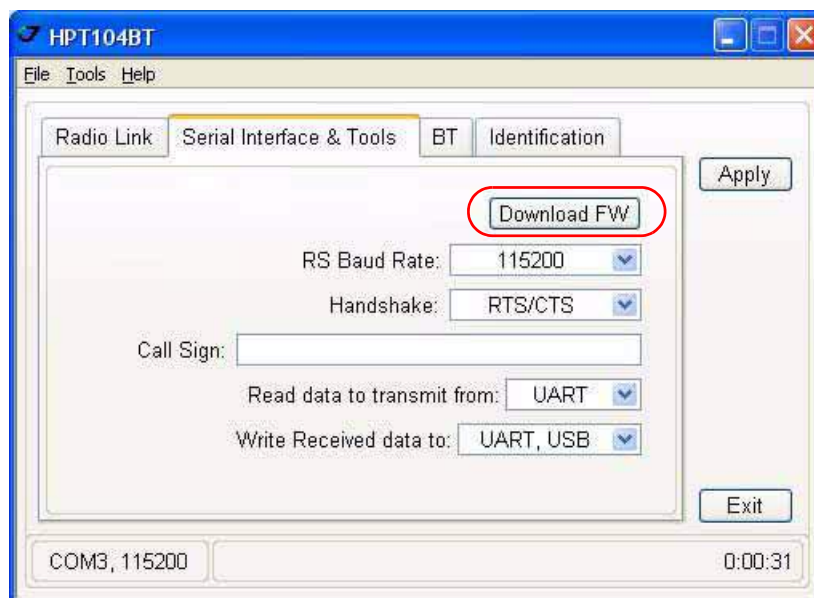

Рисунок 2-8. Закладка *Serial Interface & Tools*
6. Нажмите кнопку *Download Firmware*, чтобы загрузить версию аппаратно-программного обеспечения (Рис. 2-8).